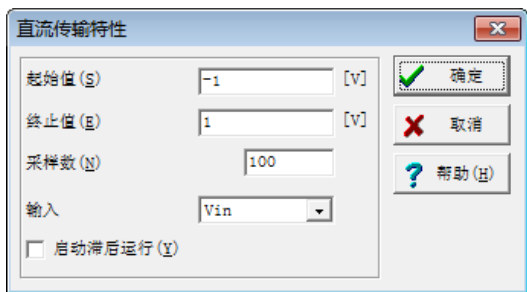

图 128 设置直流传输特性对话框
① 直流传输特性：执行【分析|直流分析|直流传输特性】菜单命令，出现如图 128 所示的直流传输特性对话框，设置起始值为-1，终止值为 1，点击【确定】按钮后，出现如图 129 所示的电路输入/输出电压传输曲线。如图 130 所示修改纵坐标参数后的曲线如图 131 所示。